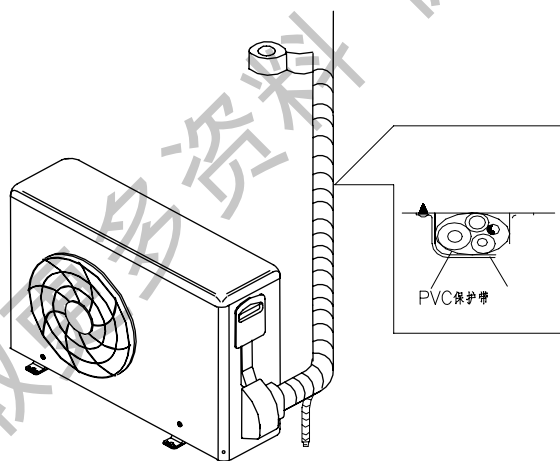

图 13
8. 当室内机比室外机低时，请将配管适当弯曲，以防室内进水。（参考图 13）